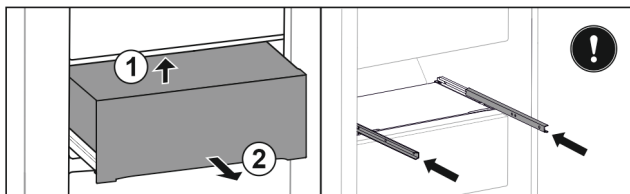

Fig. 37
- ▶ Nadvihnite zásuvku zospodu dozadu. Fig. 37 (1)
- ▶ Odoberte zásuvku dopredu. Fig. 37 (2)